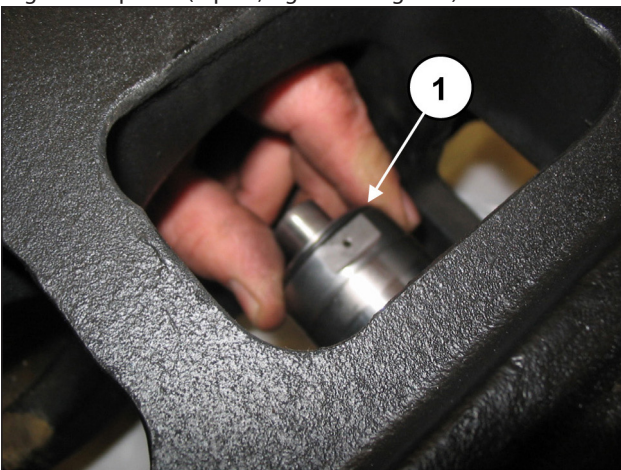
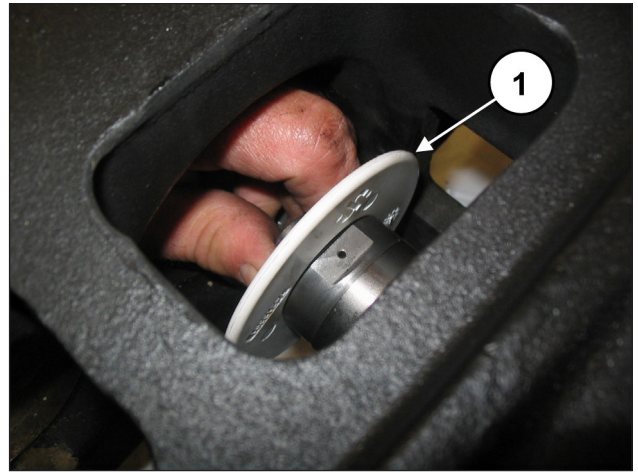

Fig. 174
Fig. 175
Placer les bavettes avec leur joint torique dans le logement sur le guide du piston (rep. ①, Fig. 174 et Fig. 175).